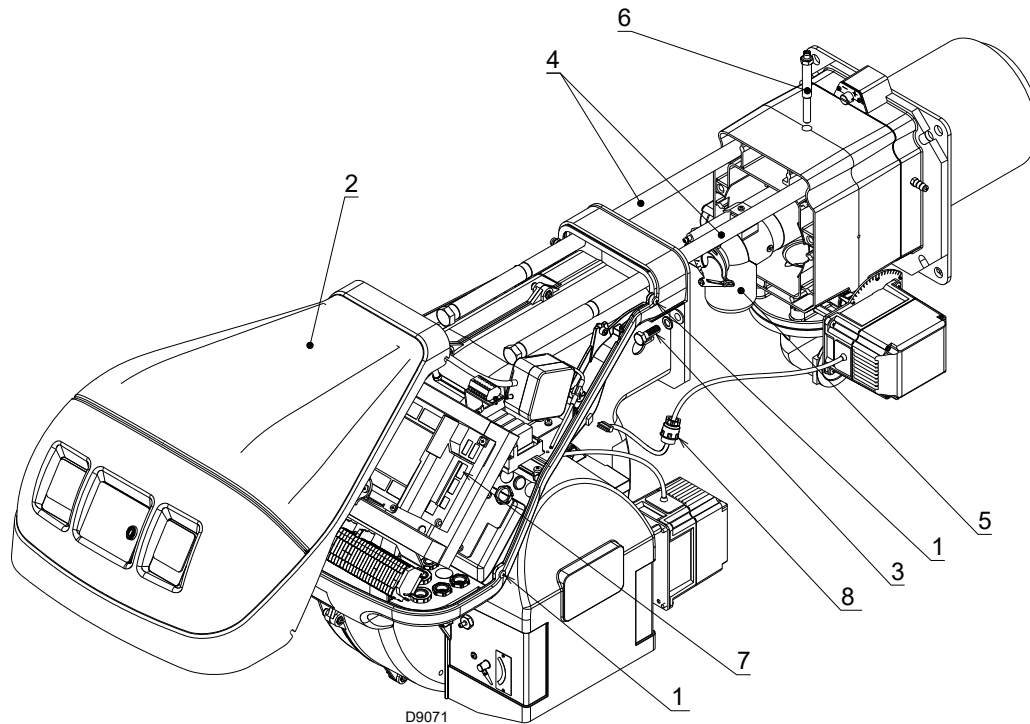

Abb. 35
- Die 4 Schrauben 1)(Abb. 35) lockern, dann die Verkleidung 2) abnehmen.
- den Stecker des Stellantriebs 7)(Abb. 35) verbinden und die Kabeldurchführung 8) lösen;